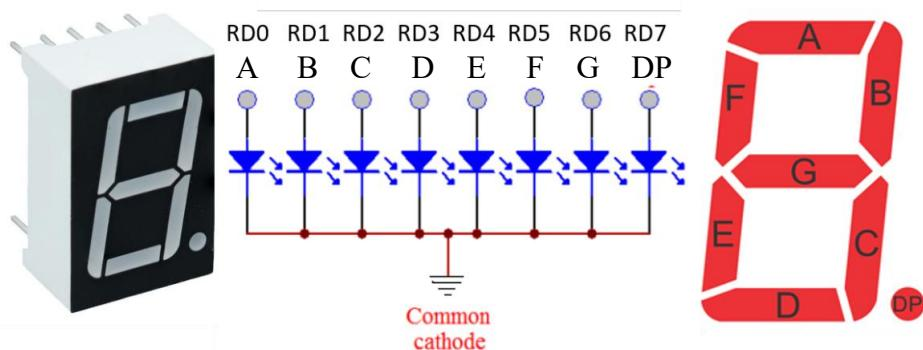

Fig. 8. Esquema dels 7-segments.
- Representeu el valor d'aquesta variable al display de 7-segments. Haureu de seleccionar quins leds encendre per visualitzar cada número (mireu la Fig. 8). Per cada un dels deu díigits {0,1,2,..9} creareu un mapa de 8 bits que s'ha d'escriure al PORTD com a sortida.